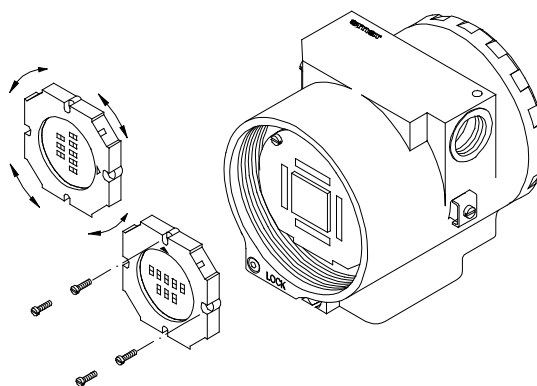

Figura 4.3 - Posiciones Posibles del Visor
Conecte los enchufes y la fuente de alimentación a la placa principal. Cuando haya un visor, sujételo a la placa principal con cuatro tornillos (3). El montaje del visor puede hacerse en cualquiera de las 4 posiciones posibles (vea la Figura 4.3). La marca "▲", en blanco, inserta en el visor indica la posición superior de lo mismo.